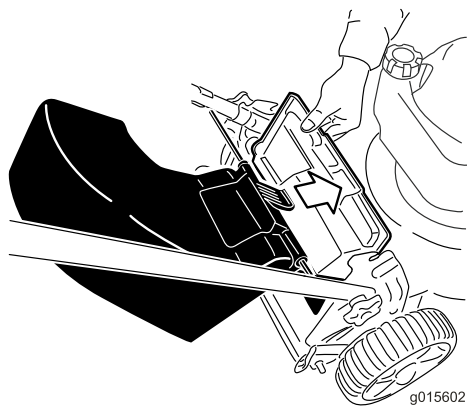

Figura 18
1. Tirate verso l'alto il deflettore posteriore (Figura 18).
2. Inserite la maniglia del cesto di raccolta nelle tacche presenti sulle staffe della stegola (Figura 18).